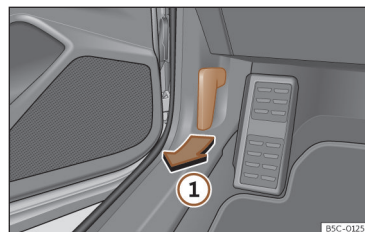

Fig. 216 Alavanca de desbloqueio no espaço para a zona dos pés do condutor.
• Abra a porta e puxe pelo manípulo que existe debaixo do painel de instrumentos >>> **Fig. 216 ①**.